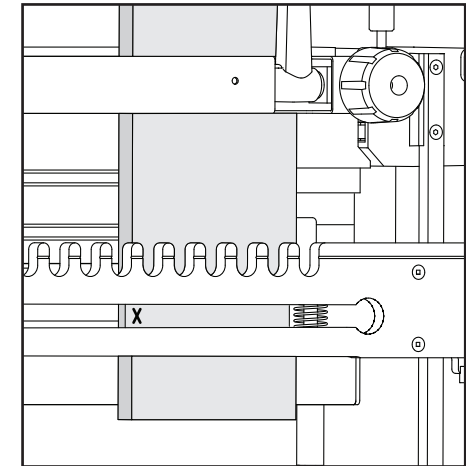

Fig. H18
6. Marque la parte izquierda de la ranura con una "X", como se muestra en la Fig H18. Esto indicará el punto de entrada para la tabla con espiga durante el ensamblaje.